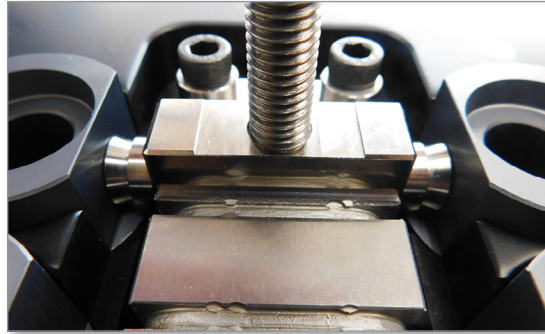
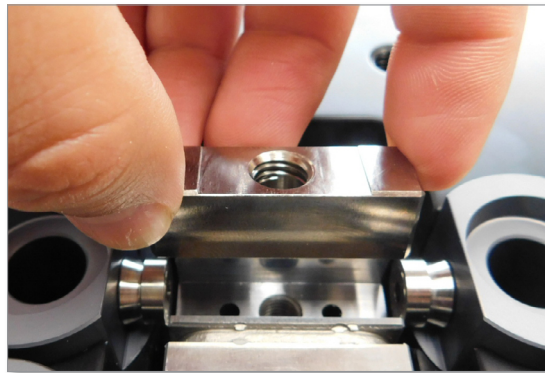

Figura 19-26 Instalación con un perno de elevación M10
Figura 19-27 Instalación a mano
1. Instale el conjunto del bloque de colada con un perno de elevación M10 o con la mano. Consulte la Figura 19-26 y la Figura 19-27.